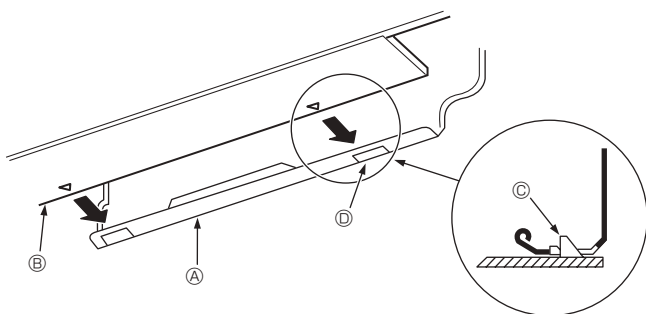

Fig. 3-10
3. Mens du setter kjølemiddelrør og avløpsslange i gjennomløpshullet i veggen (gjennomløpshylsen), henger du toppen av innendørsenheten på festebordet ①.
5. Fest ved å skyve den nederste delen av innendørsenheten på festebord ①. (Fig. 3-10)
* Sjekk at knottene under innendørsenheten er riktig heftet inn i festebordet ①.